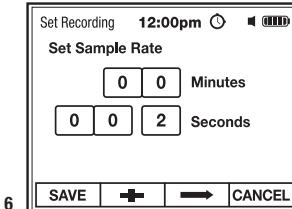

Fig. 6
3. Set Sample Rate (Fig. 6) and Set Duration (Fig. 7) following the steps below:
3. Ajuste el Rango de Muestra (Fig. 6) y la Duración (Fig. 7) siguiendo los pasos a continuación: